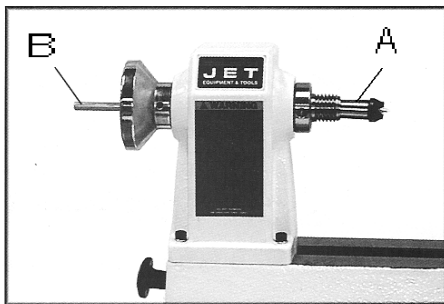

Рис. 7
**Торцовый поводок** (А, Рис. 7) вставляется в ось шпинделя и может быть удален из него с помощью выколотки (В, Рис. 7).